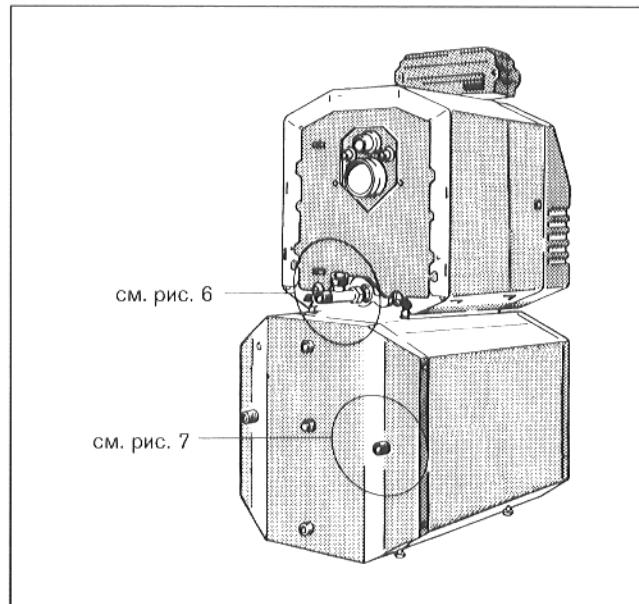

Рис. 5
- Прочно привинтить резьбовое соединение зажимного кольца с плоским уплотнением к заднему выпускному отверстию тройника (комплект поставки котла) (рис. 5 и 6).